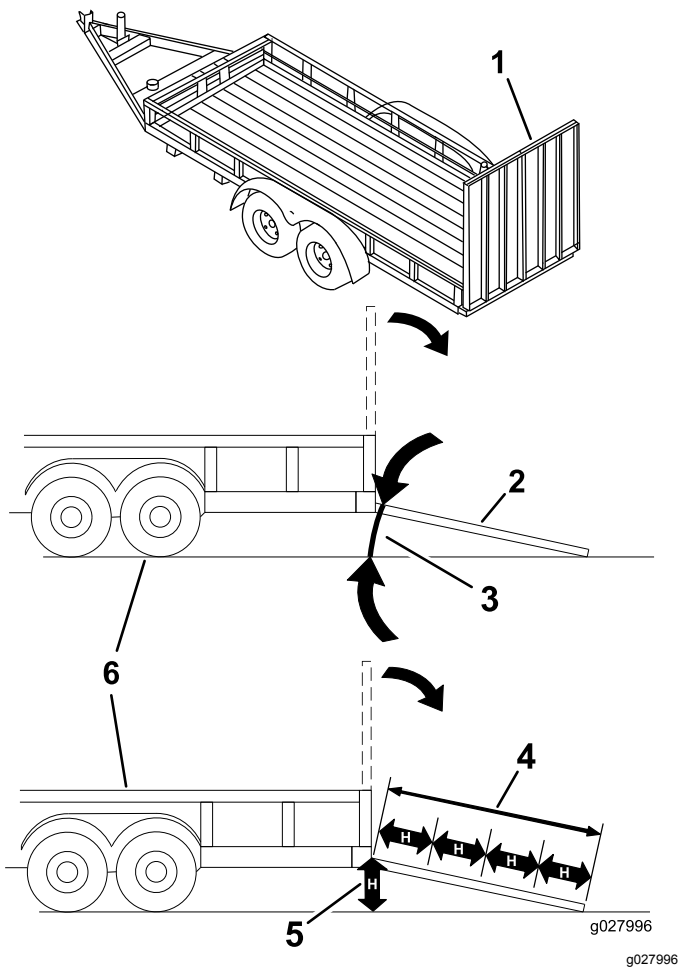

Figura 33
El cargar la máquina en un remolque o un camión aumenta la posibilidad de un vuelco y podría causar lesiones graves o la muerte (Figura 33).
1. Baje la rampa, asegurándose de que el ángulo entre la rampa y el suelo no supera los 15 grados (Figura 33).